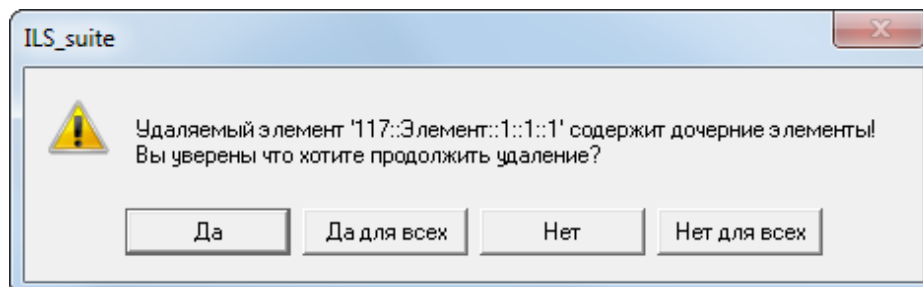

Рис. 13-417 – Диалоговое окно
6) В том случае, если данный элемент авиационного события не имеет дочерних элементов, он удаляется без вывода информационного сообщения. В противном случае появляется диалоговое окно, аналогичное представленному на рис. 13-417.